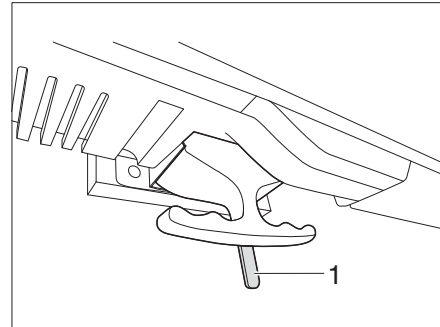

Fig. 136 Sbloccaggio dello schermo piatto
- Spingere la leva (Fig. 136,1) verso sinistra. L'arresto è sbloccato.
- Spingere la leva (Fig. 136,1) al centro. Lo schermo piatto è bloccato.